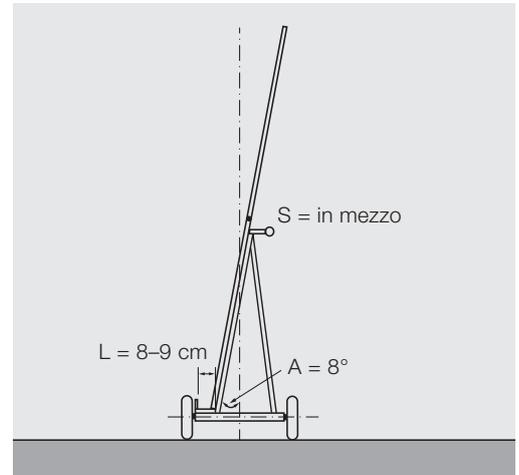

Fig. 1: carrello a due ruote conforme ai principi di sicurezza:
| 1 Il carrello portapannelli è realizzato in modo tale che il baricentro dei pannelli (S) si trova il più possibile fra le due ruote del carrello? (Fig. 1) | <input type="checkbox"/> sì